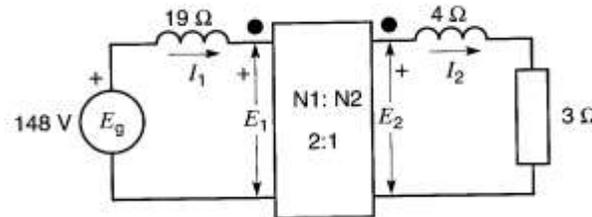

Figure 3
2. Soit le montage de la figure 3 dans lequel le transformateur idéal a un rapport $k = \frac{N_1}{N_2} = 2$.